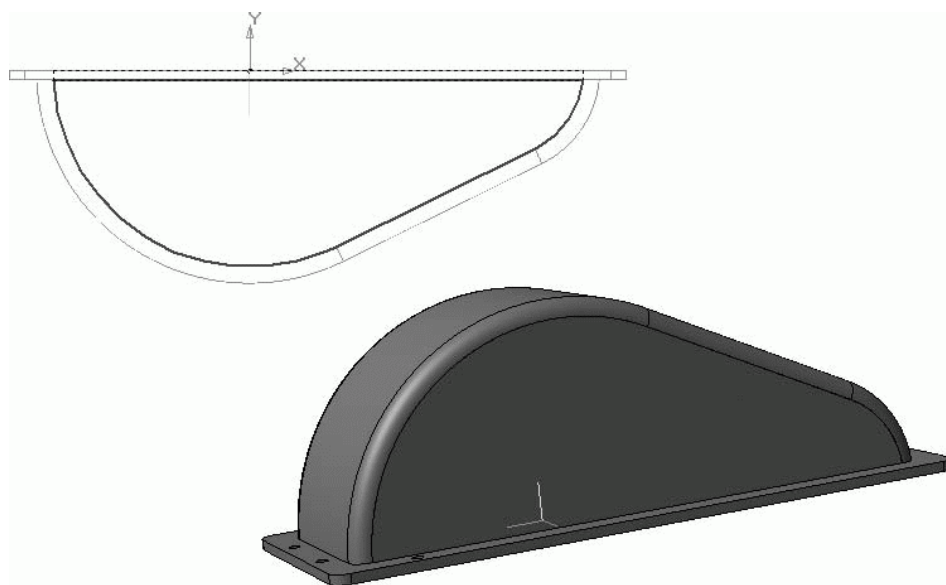

Рис. 3.98. Эскиз боковой стенки и сама стенка, «приклеенная» выдавливанием к модели
6. Создайте боковую стенку крышки при помощи Операции выдавливания. Как и при построении боковой стенки корпуса, выполняя эскиз для выдавливания, пользуйтесь привязками к уже существующей геометрии детали. По сути, изображение в эскизе представляет собой эквидистанту к направляющей, использовавшейся в предыдущей операции. Контур в эскизе должен быть замкнут, то есть края эквидистанты следует соединить отрезком. Сам эскиз должен размещаться в плоскости, которая совпадает с внутренней боковой гранью фланца, размещенной вдоль длинной его стороны. При таком расположении эскиза выдавливание выполняется в противоположном к нормали направлении, а его величина равняется толщине стенки крышки (7, 5 мм). Формирование данного трехмерного элемента показано на рис. 3.98.